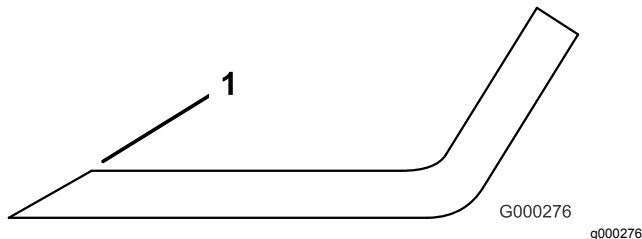

Figure 77
1. Au moyen d'une lime, aiguissez les tranchants aux deux extrémités de la lame (Figure 77).